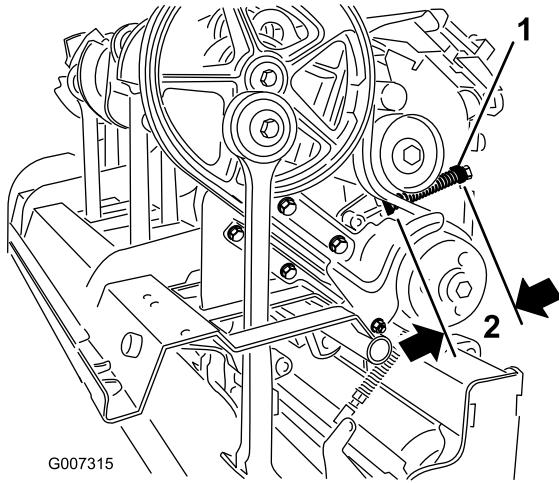

Figura 30
D. Ajuste el retenedor del muelle para conseguir la longitud necesaria del muelle comprimido (Figura 30).
C. Afloje la contratuerca que sujeta el retenedor del muelle (Figura 30).